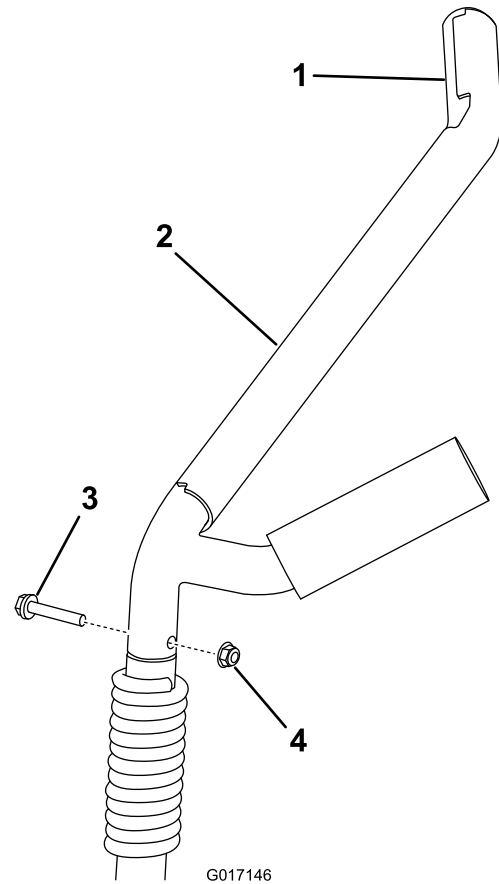

Figure 14
1. Déposez les 2 bras de berceau de la rampe en retirant le boulon et l'écrou (Figure 14).